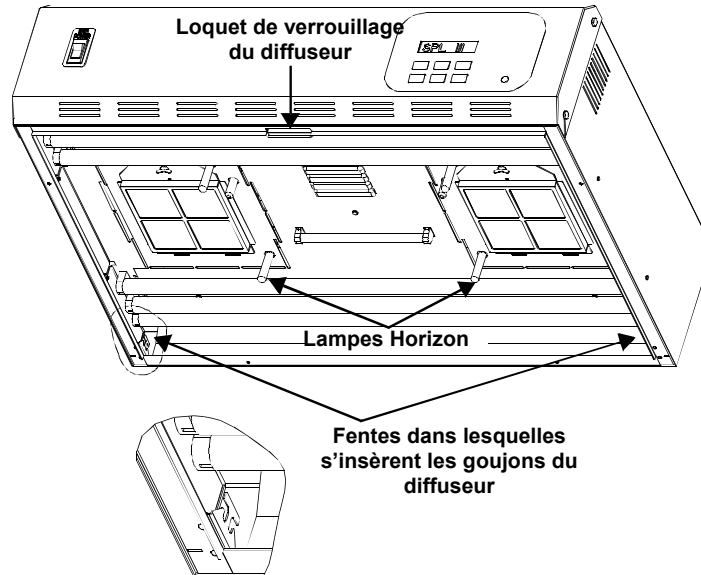

Figure 11. Montage du diffuseur sur le luminaire
5. Insérez les goujons du diffuseur dans les fentes situées dans les coins inférieurs à l'arrière du châssis du luminaire. Voir Figure 11.